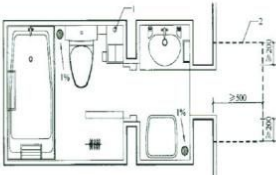

图11 楼、地面门口处防水层延展示意图
- 1.11 楼、地面的防水层在门口处应水平延展，且向外延展的长度不应小于500mm，向两侧延展的宽度不应小于200mm(见图11)。